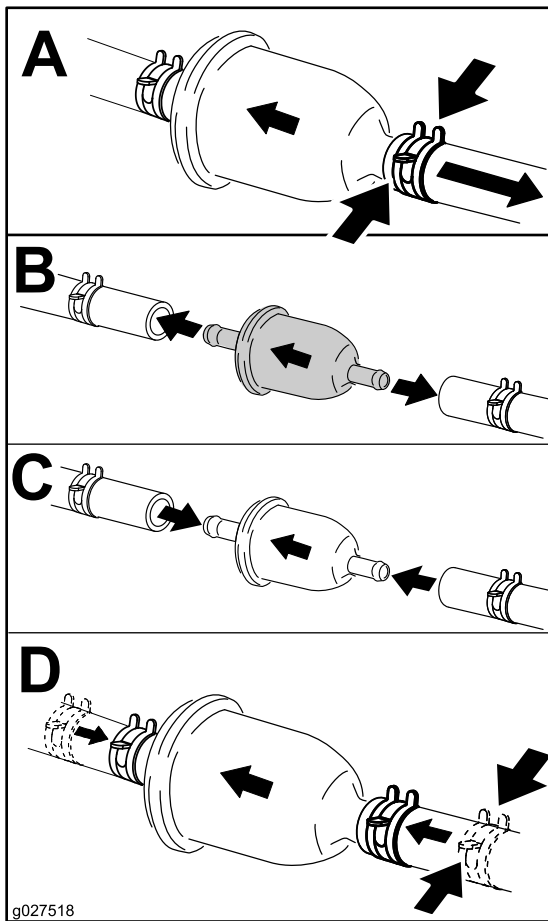

Figura 53
4. Substitua o filtro de combustível conforme se mostra na Figura 53.